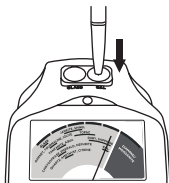

Fig. 1.4
- Premere la sonda a penna sul disco per il test di calibrazione (CAL) situato sul lato destro della luce-indicatore (**Fig. 1.4**). Applicare una pressione sufficiente a far rientrare completamente la punta sporgente all'interno della sonda a penna. L'indicatore dovrebbe posizionarsi e rimanere all'interno della fascia rossa (preferibilmente al centro di tale fascia) sormontata dalla dicitura "CAL" entro due o tre secondi.